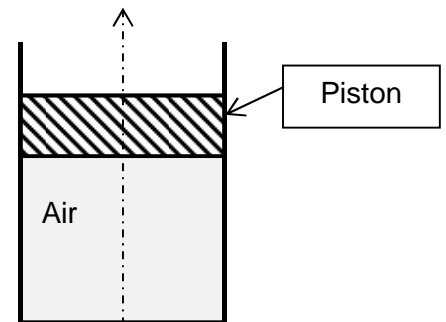

Figure 1
- 1) Déterminer la pression dans le cylindre, lorsque le piston est au-dessus du gaz (voir figure 1).